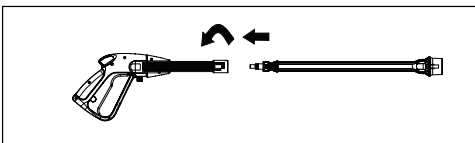

Figura 8
1. Introduza a lança de conexão rápida na pistola e gire no sentido horário até a parada positiva conforme mostrado na Figura 8.